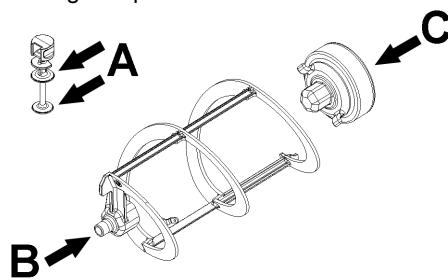
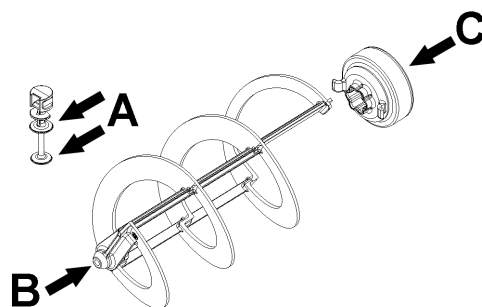

figura 16
figura 17
- 2 Lubrificar el pistón del grifo de erogación, el empalme hexagonal y el mezclador en los puntos indicados en la figura 16 (B-Frozen 6) o figura 17 (B-Frozen 10) utilizando exclusivamente la grasa que se entrega de serie con la
- 3 Montar de nuevo el grifo de erogación en el recipiente con secuencia inversa respecto a la de la figura 16 o figura 16.